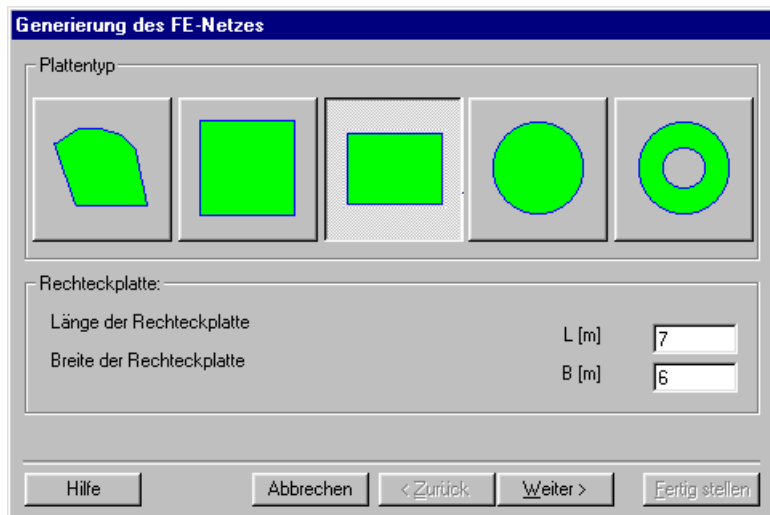

Bild 4-7 Auswahl von Netzschablonen
- Wählen Sie "FE-Netzdaten" aus dem "Daten"-Menü des *ELPLA-Daten*-Fensters. Eine Auswahl von Schablonen verschiedener Netzformen erscheint (Bild 4-7)